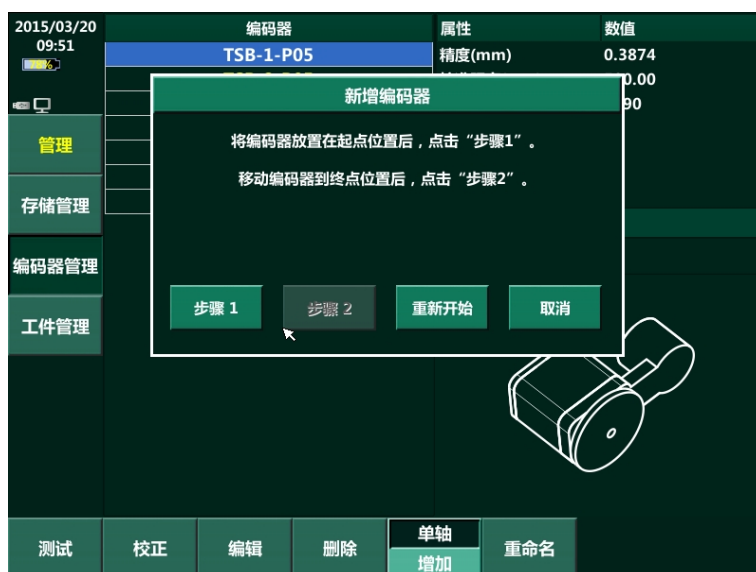
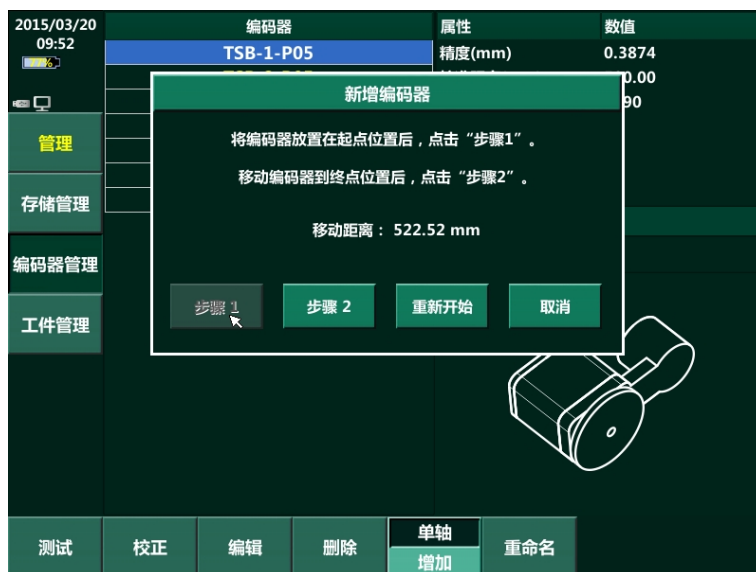

图 5-4 新增向导 1
图 5-5 编码器移动距离
- 2) 屏幕显示如图 5-4 所示，按照向导提示将编码器放置在校准起点位置后，点击“步骤 1 示后移动编码器至校准终点位置并保持编码器静止，屏幕显示如图 5-5 所示，点击“步骤 2 骤进入下一步”；